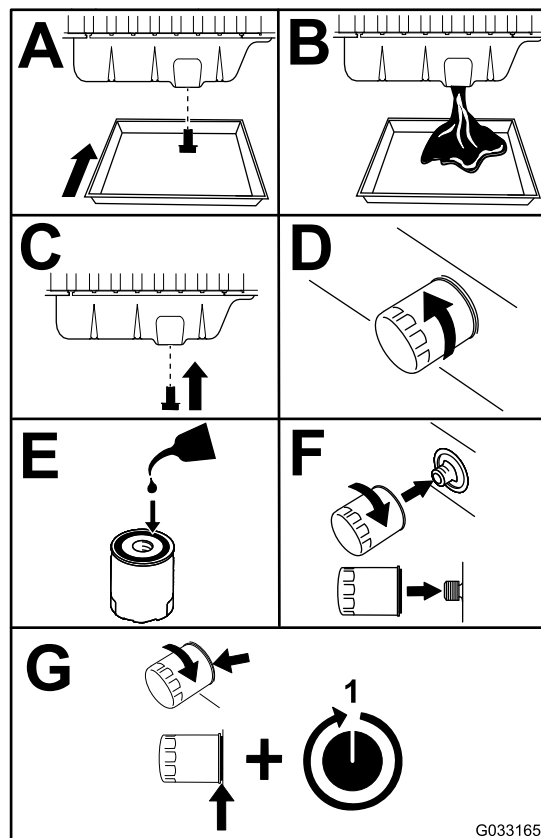

Figura 55
3. Substitua o filtro e o óleo do motor (Figura 55).